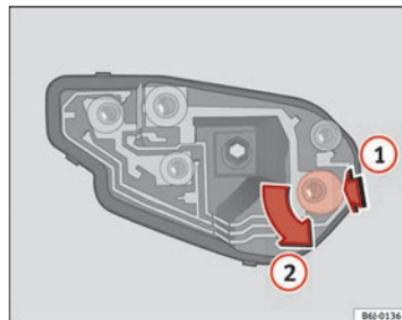

Fig. 154 Remplacement des ampoules des feux arrière
- Une fois le porte-lampes retiré, appuyer vers le bas dans le sens de la flèche ① et tourner simultanément dans le sens de la flèche ② ⇒ fig. 154.